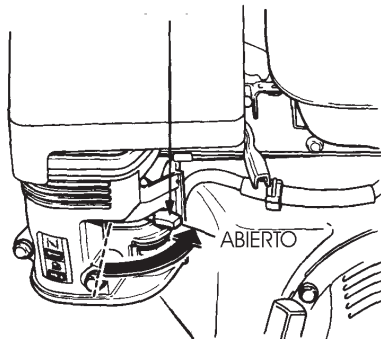

Figura 19. Palanca de ahogamiento del motor (Open abierto)
3. Coloque la *palanca de ahogamiento* (Figura 19) en la posición **"OPEN"** si el motor arranca en **frío**.